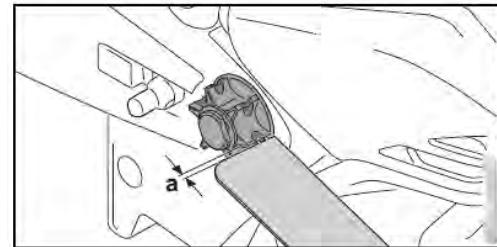

Fig. 10
- Si les marques d'usure sont plus profondes que  $a = 0,5$  mm, n'utilisez pas l'outil et contactez votre revendeur pour l'entretien. Voir la Fig. 10.